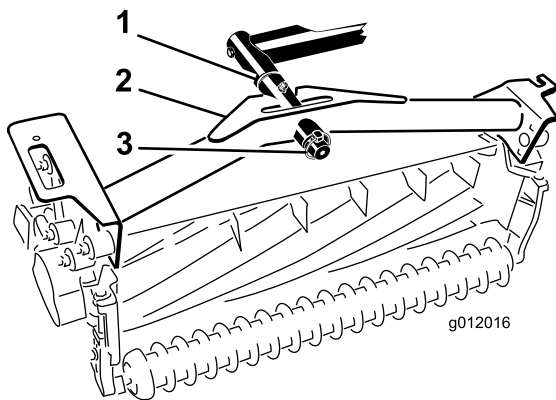

図 20
2. ピボット・ロッドに、カッティングユニットのキャリアフレームを取り付け、リンチ・ピンで固定する (図 20)。